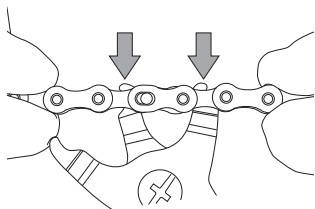

Fig.8
- Inserite nelle maglie interne adiacenti alla C-Link™ una pinza di chiusura falsa maglia con denti di spessore inferiore a 1,8 mm (Fig. 8).